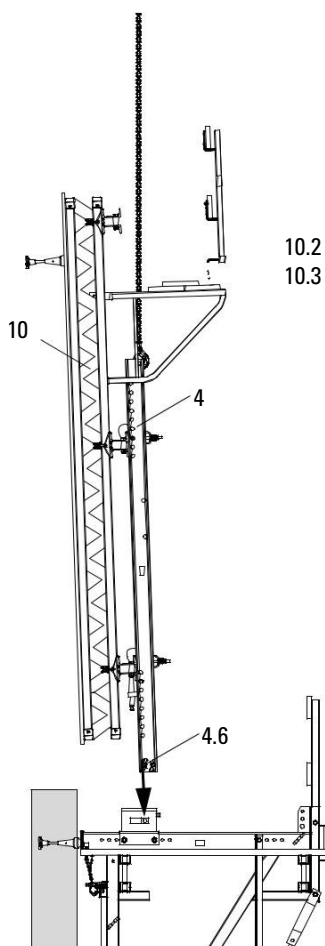

Fig. B2.05b
3. Закрепете кофража с бетониращата платформа (10) към трегера (4) и позиционирайте на платформата. (Fig. B2.05b)